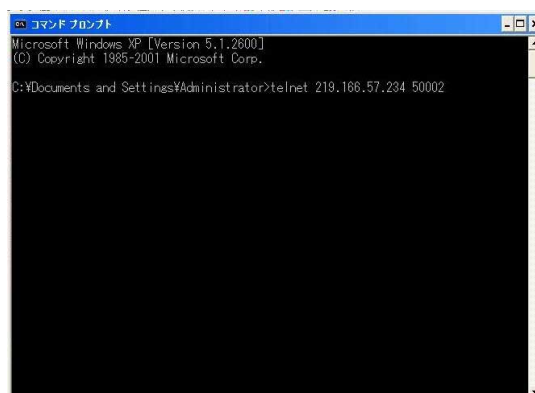

図5. コマンドプロンプト入力
- (1) 既設のインターネット回線に接続されたパソコンの、「スタート」メニューから、「すべてのプログラム」～「アクセサリ」～「コマンドプロンプト」を選択してください。
- (2) 図5のような画面が立ち上がったら、以下コマンドをキー入力します。